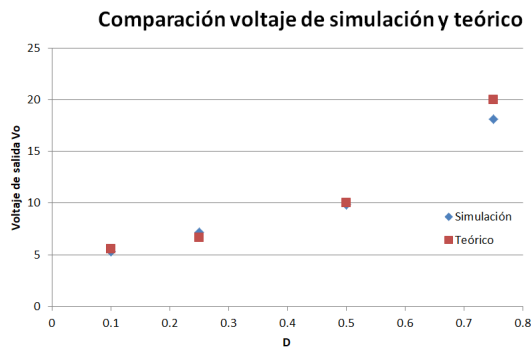

Figura 23: Gráfica simulación y teórico
En la figura 23 se muestra la gráfica de los datos encontrados por la simulación y los teóricos.
Finalmente, para el MOSFET nos fue posible implementar el convertidor Boost. Observamos que dicho convertidor efectivamente incrementa un voltaje D.C por algún valor. Además, encontramos cómo cambia la amplificación del voltaje según el valor del ciclo de trabajo  $D$ . En la figura 23 se muestran los valores del voltaje  $V_o$  simulado por TINA y los valores teóricos según el valor de  $D$ . En dicha figura vemos que la simulación se acerca mucho a los valores teóricos, con el mayor error siendo de aproximadamente 10 % para  $D = 0,75$ . El error se puede deber a que el análisis de circuitos que lleva a la ecuación (2) se basa en idealizar al transistor y al diodo, lo cual no es cierto para un sistema real como el simulado por TINA.